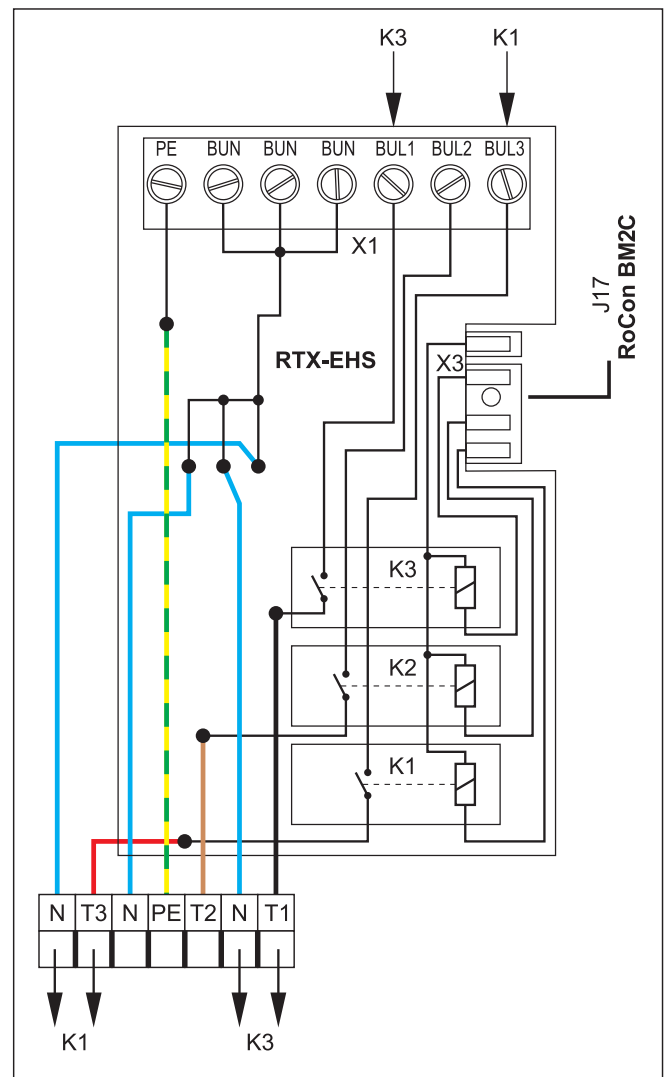

Bild 4-38 Anschluss auf Schaltplatine RTX-EHS
Die Anforderung des externen Wärmeerzeugers wird über ein Relais auf der Schaltplatine RTX-EHS geschaltet (siehe Bild 4-38). Der elektrische Anschluss an die HPSU compact ist wie folgt möglich;
- 3 Geeignete Anschlüsse auf der Schaltplatine RTX-EHS des Anschlusssets herstellen (siehe Bild 4-38).